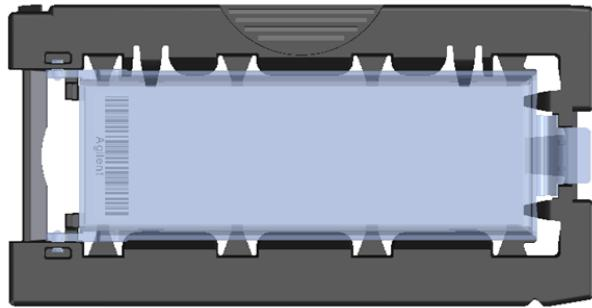

Figure 41 Porte-diapositive – fermé, avec une diapositive
- g Fermez le couvercle en plastique, en poussant sur la languette jusqu'à entendre un «clic». Voir la section Figure 41.